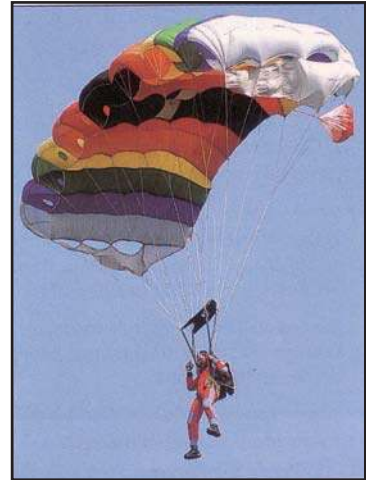

Fig. 28
3. Soit le système constitué du parachutiste et de son parachute ouvert en chute vers le sol (fig.28). Faire l'inventaire des interactions et le bilan des forces intérieures et extérieures en utilisant le diagramme des interactions.